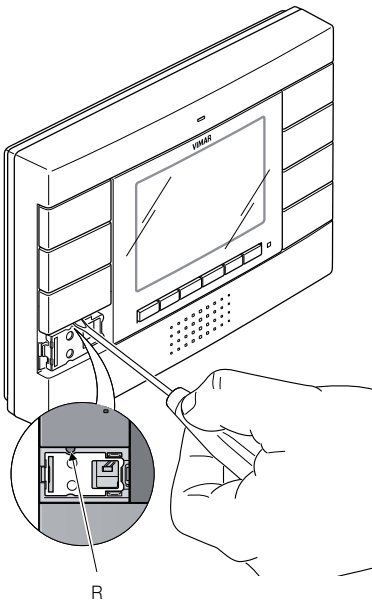

Figure 10
- Appuyer rapidement avec un tournevis ou un petit outil sur le bouton R situé sous la touche "C" (figure 10) ;